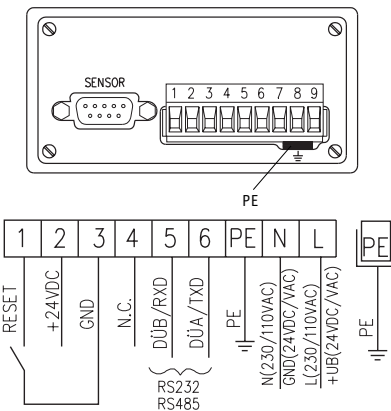

Abb. 2: Anschlussbelegung EG
- PE-Verbindung mit 2.5 – 4 mm² über PE-Anschluss (Bei Einbaugehäuse gemäß Abb. 2 mit Flachsteckhülse 6,3x0,8).
Die Spannungsversorgung erfolgt über die rückseitigen Anschlussmöglichkeiten gemäß Abb.2. Die Spannungswerte sind abhängig von der Geräteausführung und sind den Lieferpapieren oder dem Typenschild zu entnehmen ist.
Der Anschluss erfolgt über die 9-polige D-SUB Buchse an der Rückseite (Abb.2).